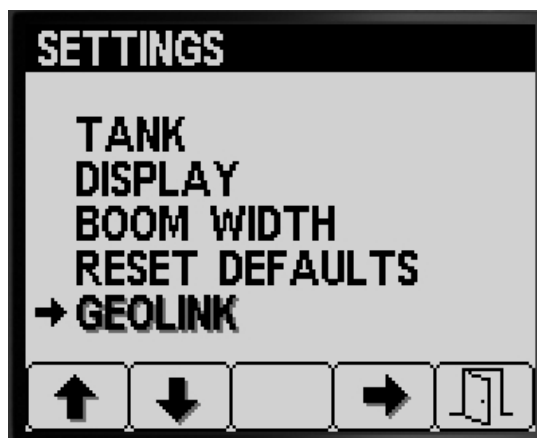

Figura 36
1. Pulse el botón 1 o el botón 2 en la pantalla AJUSTES hasta que llegue a la opción GEOLINK (Figura 36).
2. Pulse el botón 4 para seleccionar la opción GeoLink (Figura 36).